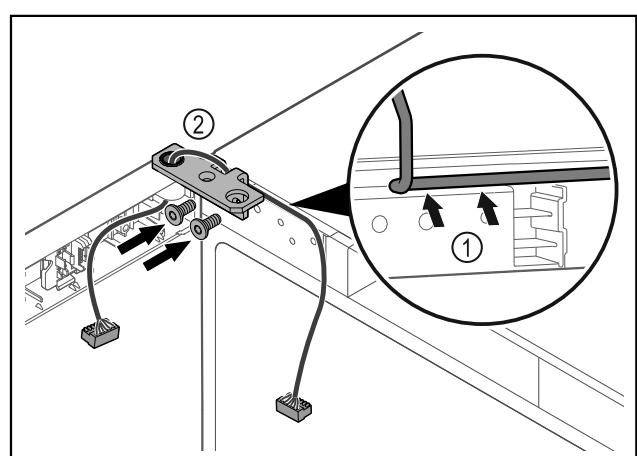

Fig. 53
► Kabel durch die Ausparung des Scharnierwinkels führen und vorsichtig verlegen Fig. 53 (1).
► Scharnierwinkel Fig. 53 (2) anschrauben.